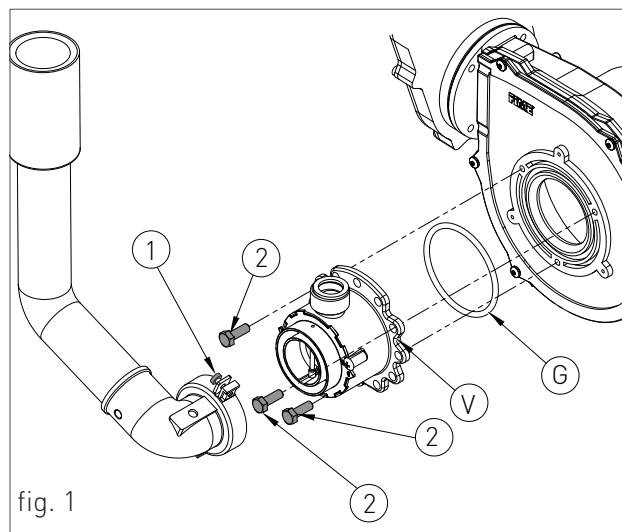

fig. 1
- > allentare le due viti '1' (fig.1) dalla boccola di fissaggio, e rimuovere il tubo di aspirazione aria;
- > svitare le tre viti di fissaggio '2' (fig.1) del venturi 'V' (fig.1) con una chiave da 10, tipo come in figura 2;
- > rimontare i componenti procedendo in senso inverso rispetto alle operazioni di smontaggio assicurandosi che venga rimontata la guarnizione 'G' come in fig.1;